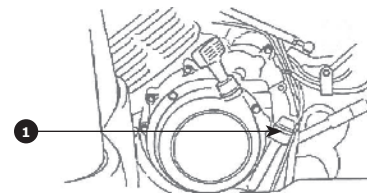

Рис. 56
4. Выкрутите масляный щуп **1** **Рис. 56** из заливной горловины картера, протрите сухой чистой тряпкой.